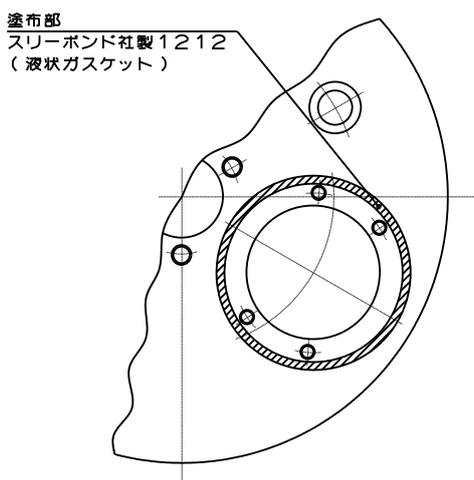

図 4-4
- ⑦ボデーと球面ブッシュ嵌合部の古い液状ガスケットを取り除き、水分・汚れ等を拭き取った後、“スリーボンド社製1212(液状ガスケット)”を塗布して下さい。(図 4-4 参照)
- ⑧治具にセットされた球面ブッシュとマスタジョーをはめ込みます。マスタジョーのキーをベアリングのキー溝に合わせ込みながら、ボデー嵌合穴に球面ブッシュをはめ込み、治具の前面をたたきながらはめ込んで下さい。治具の後端部がボデー前面に接触した時点で球面ブッシュのボルト穴位置を合わせ、ボルトで仮締めして下さい。ここで治具を球面ブッシュから外し、ボルトを締め付け下さい。(グリース不足時は、チャック外周のネジ穴より、六角穴付止ネジを取り外し、外周部のグリースニップルよりグリースガンを使用し前記ネジ穴からグリースが出るまでグリースを給油し、その後プラグを取付けて下さい。)